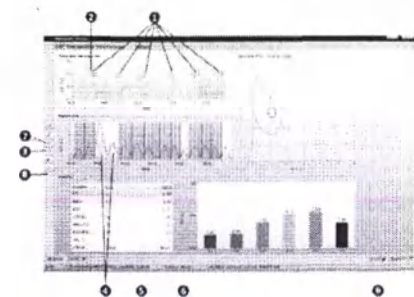

Рис. 70: Модуль рабочего процесса: CPET exercise flow-volume loop (Петля «поток-объем» под нагрузкой для CPET)
- Записанные результаты отображаются в виде отдельных петель на верхнем графике  (Рис. 70). При открытии модуля рабочего процесса для всех результатов производится автоматический расчет среднего вдоха: выбрано 1-ое движение , и активируется кнопка Calculate averaged breath (Рассчитать средний вдох) . Это означает, что все вдохи выбранного движения автоматически помечаются — за исключением глубокого вдоха (емкость вдоха при дыхании) и второго по величине вдоха . Средний вдох был автоматически рассчитан как репрезентативный вдох для всех выделенных вдохов движения. Итоговые значения показаны в таблице результатов .